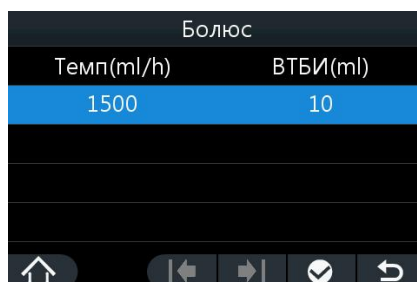

Рисунок 3-2
1. Выберите опцию меню “☰” → выберите опцию “болюс”, чтобы войти в интерфейс настройки болюса, как показано на рис.3-2.